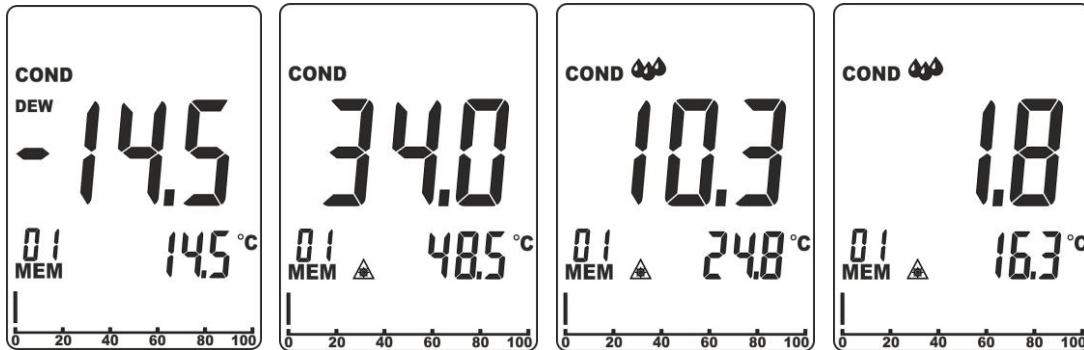

Abb. 11: Messung der Temperaturdifferenz von Oberflächen
3. Drücken Sie die Tasten **RH%** und **MOI** gleichzeitig, um in den Modus Kondensation einzutreten. Das Gerät zeigt den vom eingebauten Sensor gemessenen Temperaturwert des Taupunktes im sekundären Display an, die Angaben "COND" und "DEW" erscheinen im Display (siehe Abb. 11 – erste Bildschirmseite). Das Hauptdisplay zeigt immer die Differenz zwischen dem IRT Temperaturwert und der Temperatur des Taupunktes.
- Wenn die IRT Temperatur **um mehr als 14°C (25°F) höher** als die Temperatur des Taupunktes → ist, erscheint die Temperaturdifferenz (IRT-DP) im Hauptdisplay ohne weitere Angaben (siehe Abb. 11 – zweite Bildschirmseite).
- Wenn die IRT Temperatur **um 3°C÷14°C (5°F÷25°F) höher** als die Temperatur des Taupunktes → ist, erscheint die Temperaturdifferenz (IRT-DP) im Hauptdisplay, die Angabe "▲" erscheint im Display und das Gerät gibt einen Ton ab, um den Benutzer vor einer Gefahr von Kondensation in der Umgebung zu warnen (siehe Abb. 11 – dritte Bildschirmseite).
- Wenn die IRT Temperatur **um weniger als 3°C (5°F) höher** als die Temperatur des Taupunktes → ist, erscheint die Temperaturdifferenz (IRT-DP) im Hauptdisplay, die Angabe "▲▲" erscheint im Display und das Gerät gibt einen doppelten Ton ab, um den Benutzer vor einer großen Gefahr von Kondensation in der Umgebung zu warnen (siehe Abb. 11 – vierte Bildschirmseite).